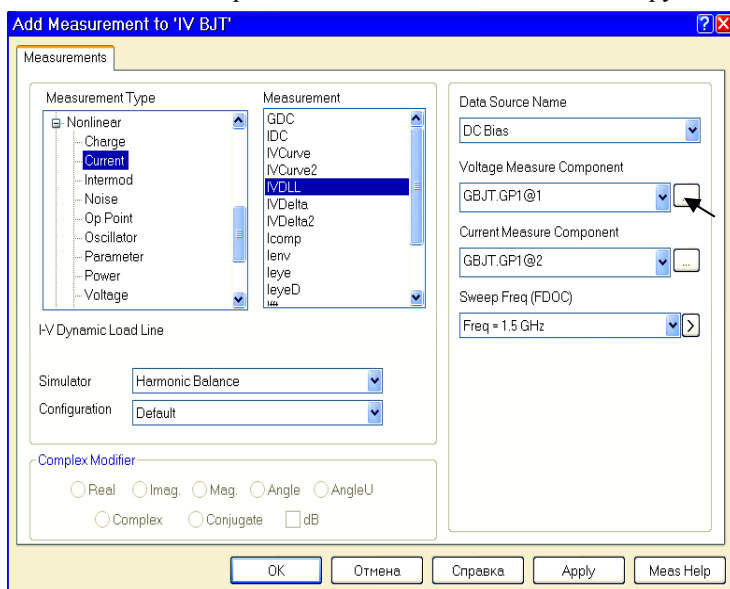
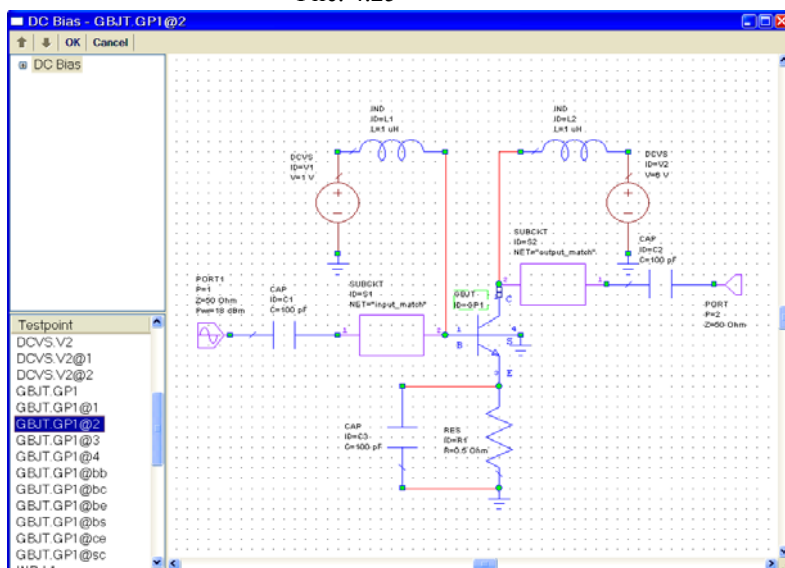

Рис. 4.25
Рис. 4.26
2. Щёлкните правой кнопкой мышки по имени графика **IV BJT** в группе **Graphs** в окне просмотра проекта и выберите **Add Measurement**. Или щёлкните правой кнопкой мышки в окне графика и выберите **Add New Measurement**. Откроется диалоговое окно **Add Measurement** (рис. 4.25).
IVDLL. Теперь нужно изменить содержимое полей **Voltage Measure Component** и **Current Measure Component**. Щёлкните мышкой по кнопке "...", справа от поля **Voltage Measure Component** (на рис. 4.25 показана стрелкой). Откроется окно со схемой **DC Bias** (рис. 4.26). В списке в левом нижнем углу этого окна отметьте **GBJT.GP1@2** и нажмите **OK** в левом верхнем углу окна.
5. В поле **Sweep Freq (FDOC)** введите **Freq=1.5 GHz** (рис. 4.25).